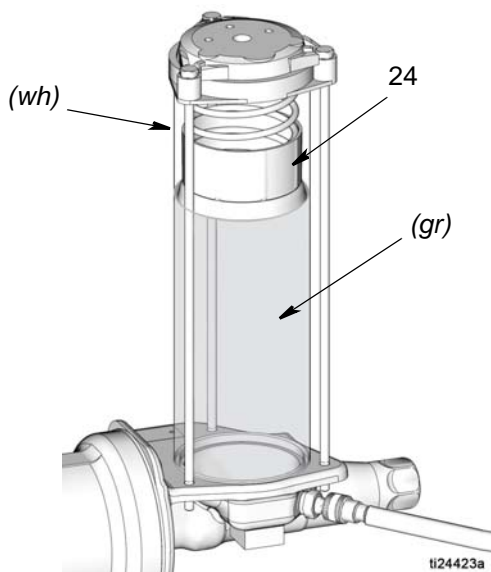

Рис. 5
3. Медленно подавайте консистентную смазку из насоса заполнения в резервуар до тех пор, пока смазка в резервуаре не поднимет прижимную следящую пластину (24) выше выпускного отверстия резервуара (*wh*) и смазка не станет выступать из выпускного отверстия (*wh*) и вытеснить воздух внутри резервуара (Рис. 5).
**ПРИМЕЧАНИЕ:** Выпускное отверстие (*wh*) расположено в направлении задней стороны резервуара и не может быть увидено на Рис. 5. Приблизительное местоположение выпускного отверстия идентифицировано как *wh* на иллюстрации.